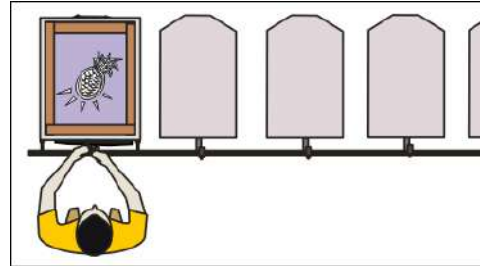

Imagen 330\_5
**6-** Calzar la matriz sobre el diseño y ajustar los tornillos para que hagan contacto con el riel y tope manteniendo el calce del diseño, una vez calzado se retira la película (Imagen 330\_5)